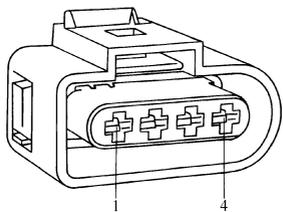

图 1-13 燃油泵连线四孔插头
③ 如图 1-13 将万用表 (电压档) 接到触点 1 和 4 之间。
④ 按下遥控器开关, 读取电压值。